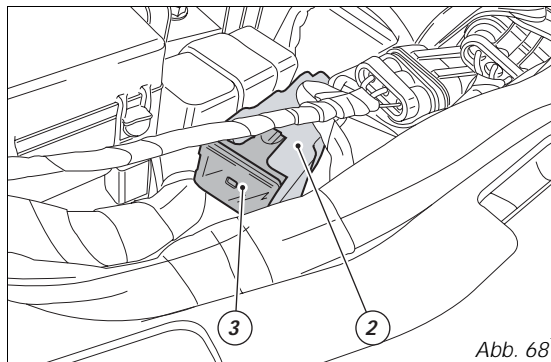

Abb. 68
Die Sicherung mit 40A (2), die auf der Seite des Sicherungskastens (Abb. 68) liegt, schützt den elektronischen Spannungsregler.